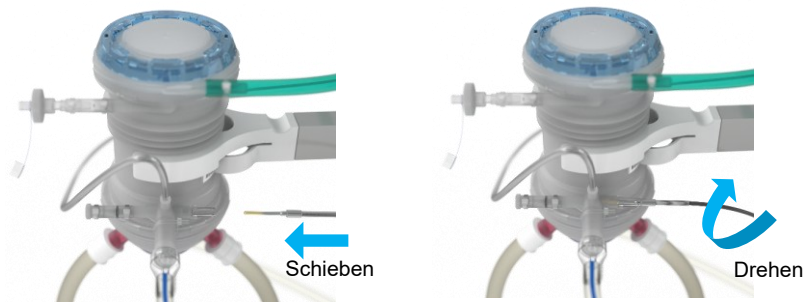

Abbildung 15 Anschluss des Temperatursensors an den Oxygenator
- Schließen Sie den roten HA T1-Sensor an den Ausgang des HA-Oxygenators und den roten PV T1-Sensor an den Ausgang des PV-Oxygenators an (Abbildung 15).